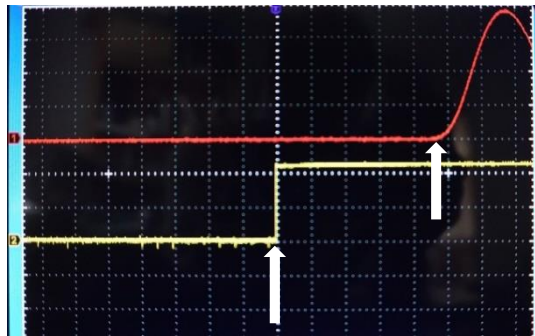

図 2-7 棒をたたいたときの波形（白矢印は立ち上がり時刻を示すために書き入れた）
- ④ オシロスコープの「Single」ボタンを押してから、棒がマイクにぶつからない程度の強さで棒の端を金属ブロックでたたく。オシロスコープの画面には図 2-7 のような波形が表示されるはずである。CH1 の赤色の波形はマイクからの信号（反転したもの）を、CH2 の黄色い波形は抵抗の両端の電圧を示している。CH1 の信号が見えない場合、信
- ⑤ 画面下部に Type と Source が表示されていればカーソル線による測定が可能である。表示されていなければ「Cursor」ボタンを押す。2本のカーソル線を使って、それぞれの波形の立ち上がった時刻（図 2-7 の 2 本の白矢印）の間隔を測定する。
- ⑥ 以上の測定を棒ごとに 4 回行う。